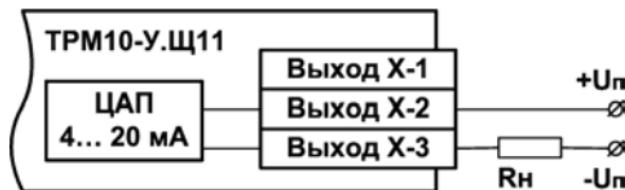

Рисунок 3.16
**Формирователь токового сигнала (выход И)** преобразует выходное значение ПИД-регулятора в токовый сигнал 4...20 мА на активной нагрузке  $R_h$  (см. рисунок 3.16).